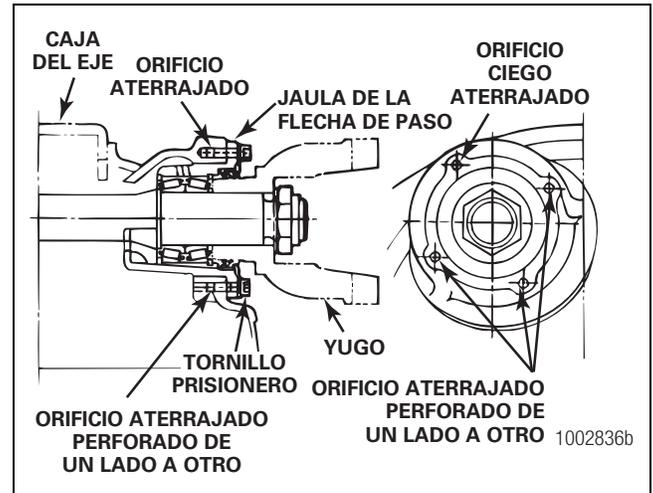

Figura 5.120
- Aplique un cordón de 0.25 de pulgada (6 mm) de sellador Loctite® 518 en los orificios aterrajados perforados de un lado a otro ubicados en las posiciones de las dos, las cinco y las ocho del reloj. Figura 5.120.